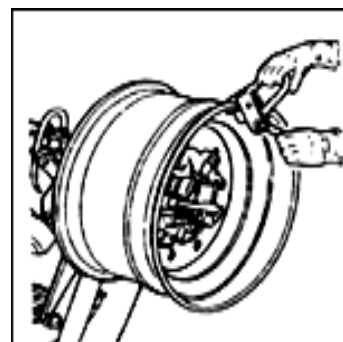

Fig 18
- (1) Если обод снят с зажимного устройства, установите его обратно, как описано в разделе «Фиксация обода».
- (2) Смажьте оба борта шины и обод специальной смазкой.
- (3) Установите тиски на внешнем крае обода в крайней верхней точке (рис. 18). Убедитесь в том, что тиски правильно и надежно зафиксированы.
- (4) Установите шину на платформу и опустите консоль зажимного устройства (удерживайте фиксаторы в крайней верхней точке), чтобы сначала зацепить борт.
- (5) Поднимите обод с зафиксированным бортом шины и поверните его на 15-20 см против часовой стрелки. Шина будет располагаться под углом.
- (6) Переведите инструментальную консоль в нерабочее положение, установите ее ближе к внутренней части шины.
- (7) Убедитесь в том, что монтажный палец установлен правильно. В противном случае, разверните его на 180°.
- (8) Установите монтажный палец у внешнего края обода на расстоянии 5 мм от него.
- (9) Проверьте положение монтажного пальца и при необходимости измените его. Вращайте колесо против часовой стрелки до тех пор, пока тиски не окажутся в самой